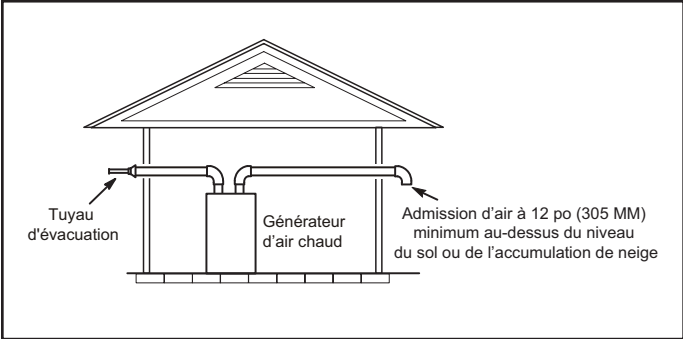
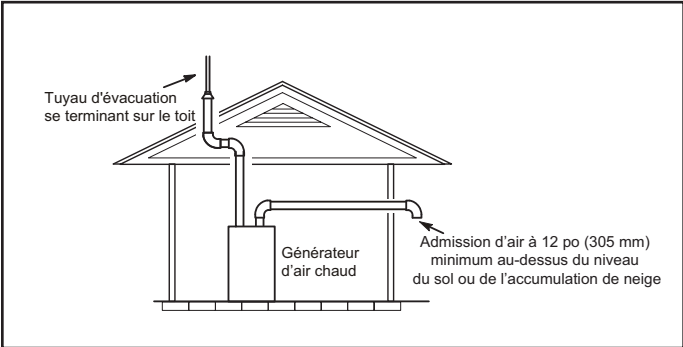

Figure 27. Sortie des événements d'évacuation et d'admission (pas de zone de pression commune)
Figure 28. Sortie des événements d'évacuation et d'admission (pas de zone de pression commune)
- 1. Les terminaisons d'admission et d'évacuation ne doivent pas nécessairement se trouver dans la même zone de pression. Vous pouvez sortir l'admission d'un côté de la structure et l'évacuation d'un autre côté (Figure 27). Vous pouvez sortir l'évacuation par le toit et l'admission par le côté de la structure (Figure 28).